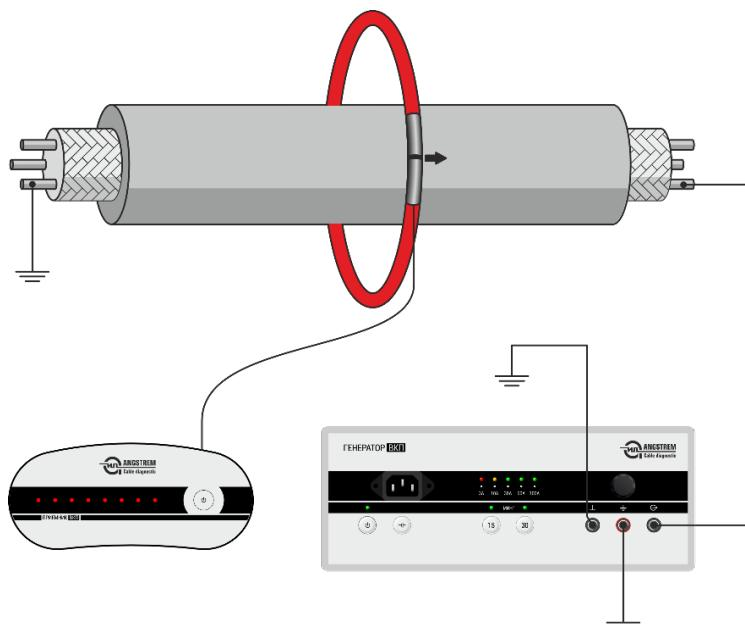

Рисунок 1
- Подключить генератор к тестируемой кабельной линии согласно рисунка. (Рис. 1, 2, 3)